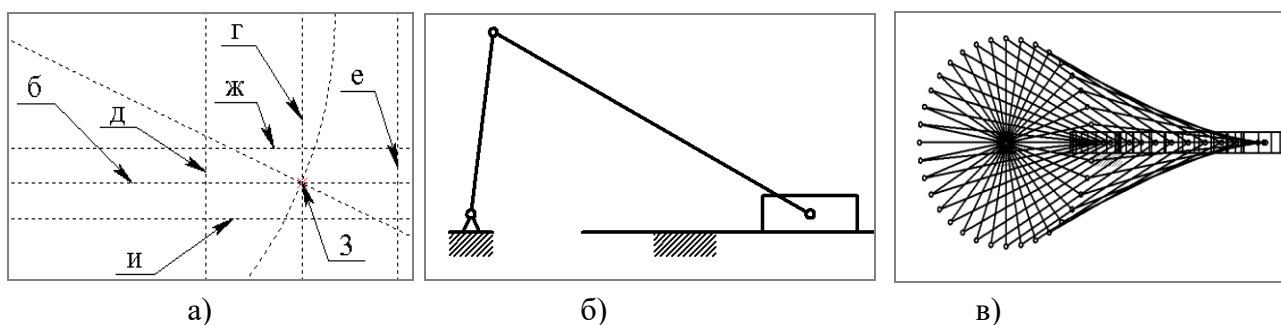

Рисунок 14 – Порядок построения ползуна и анимация кривошипно-ползунного механизма
2.2.4 Постройте ползун. Порядок выполнения: Построить вертикальную прямую «г», проходящую через узел (3) (рисунок 14а). Построить параллельную прямую «д» относительно прямой «г» на произвольном расстоянии. Построить прямую «е», симметрично отразив прямую «г» относительно прямой «д». Построить параллельную прямую «ж» относительно горизонтальной прямой «б» на произвольном расстоянии. Построить прямую «и», отразив симметрично прямую «ж» относительно прямой «б».